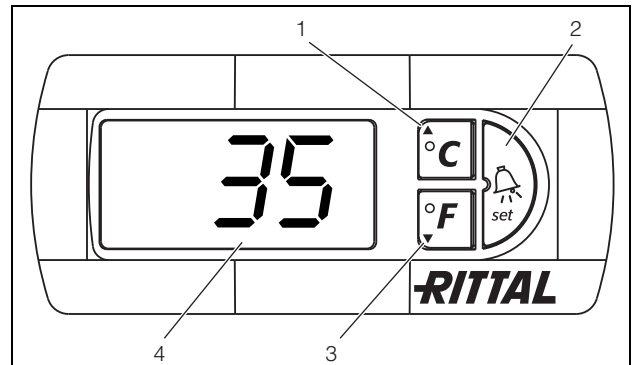

Рис. 35: е-комфортный контроллер
Агрегат работает автоматически, т. е. после включения электропитания начинает непрерывно работать вентилятор испарителя (см. страницу 3, рис. 5), создавая постоянную циркуляцию воздуха внутри шкафа. Компрессор и вентилятор конденсатора управляются е-комфортным контроллером. е-комфортный контроллер оснащен 7-сегментным дисплеем (рис. 35, № 4). После включения электропитания на нем в течение примерно 2 сек. отображается актуальная версия программного обеспечения, а также информация об активированном Есо-режиме. После этого отображается предоставленная опция (напр. t10) либо температура. В нормальном режиме работы дисплей отображает температуру (в градусах Цельсия или градусах Фаренгейта) и сообщения об ошибках. Актуальная температура внутри шкафа обычно отображается на дисплее непрерывно. Сообщения об ошибках отображаются поочередно с актуальной температурой. Программирование агрегата производится кнопками 1 – 3 (рис. 35). Параметры программирования также отображаются на дисплее.
- Нажмите одновременно кнопки 1 и 2 (рис. 35) и удерживайте мин. 5 сек.
Кнопки 1, 2 и 3 (рис. 35) позволяют изменять 24 параметра в заданных диапазонах (мин. значение, макс. значение). Таблицы 4 и 5 показывают, какие параметры могут быть изменены. Рис. 37 на странице 26 показывает, какие кнопки необходимо для этого нажимать.